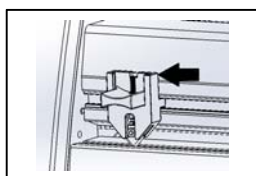

Figure 7
- J. **DISPOSITIF DE COUPE ARRIÈRE :** (Figure 7) Sert à découper la pellicule à sa sortie, à l'arrière de la contrecolleuse.